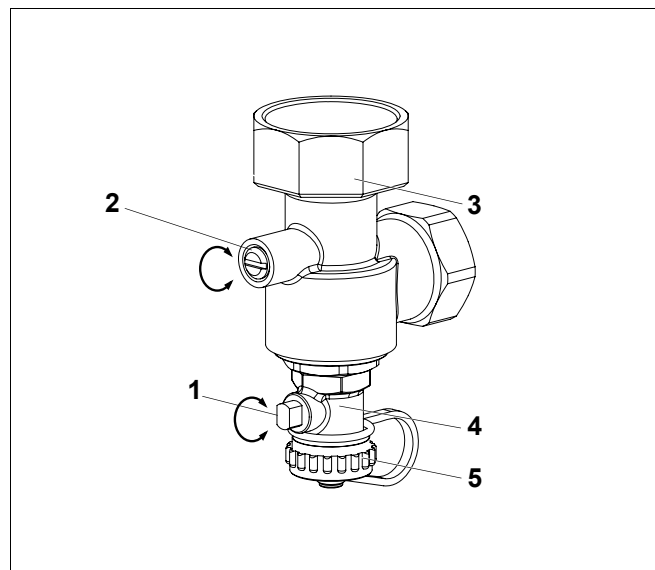

Рис. 12 Угловой обратный клапан
- Повернуть шлиц на головке винта (рис. 12, **поз. 2**) углового обратного клапана (рис. 12, **поз. 3**) в вертикальное положение (всегда открыто).
- Отвернуть крышку (рис. 12, **поз. 5**) крана для заполнения (рис. 12, **поз. 4**), накрутить шланг для заполнения и перевести вороток (рис. 12, **поз. 1**) на кране в вертикальное положение (открыто).
- Медленно заполнить установку через кран для заполнения (рис. 12, **поз. 4**).
- Перевести шлиц на головке винта (рис. 12, **поз. 2**) углового обратного клапана в горизонтальное положение (рабочее состояние).
- Продолжить заполнение установки через кран для заполнения (рис. 12, **поз. 4**).
- После заполнения установки сразу же закрыть кран (рис. 12, **поз. 4**).